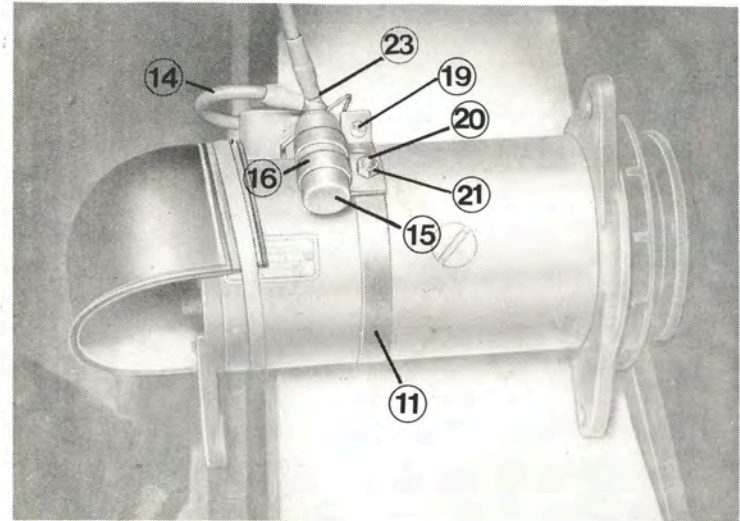

Bild 8 Entstörung der Lichtmaschine
Ein Entstörkondensator (15) wird mit einer Schelle (16), Schraube (20), Federring (22) und Sechskantmutter (21) am Spannband (11) befestigt. Das Spannband wird mittels Schraube (19) an der Lichtmaschine befestigt (siehe Bild 8).